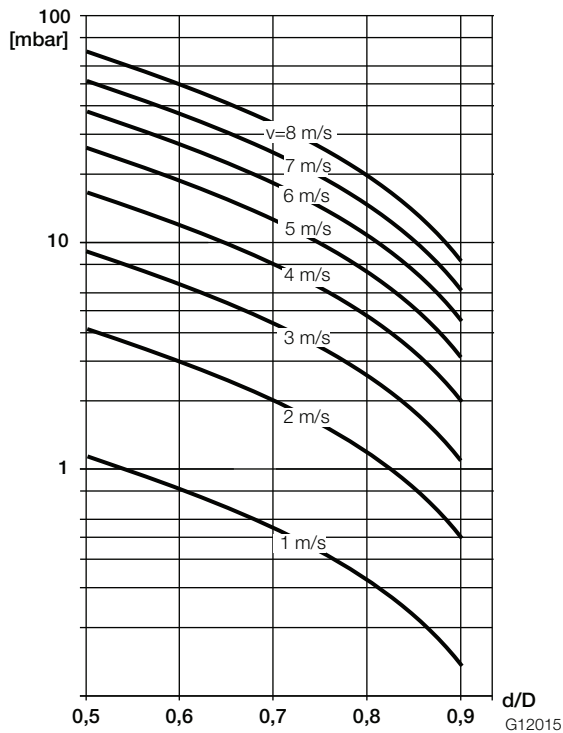

Fig. 19: Genomflödesnomogram för flänsövergångsstycke med $\alpha/2 = 8^\circ$
2. Flödes hastigheten finns i genomflödesnomogrammet (Fig. 19).
3. Avläs tryckförlusten i Fig. 19 på Y-axeln.